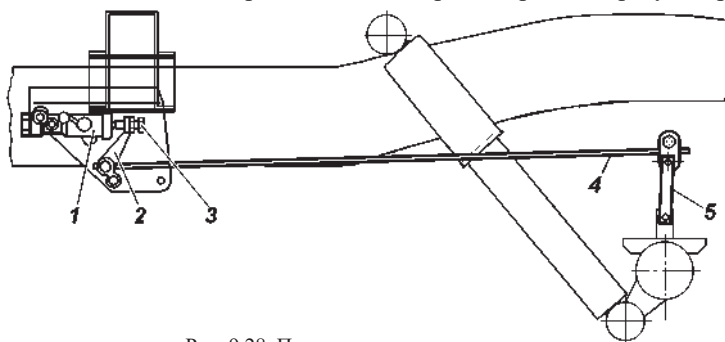

Рис. 9.28. Привод регулятора давления:
В процессе эксплуатации и при замене задних рессор, необходимо регулировать усилие упругого рычага 4 (рис. 9.28) на поршень регулятора. Регулировку производите в следующей последовательности:
4. Доверните болт 3 (рис. 9.28) на 2/3 оборота (14 граней головки болта).